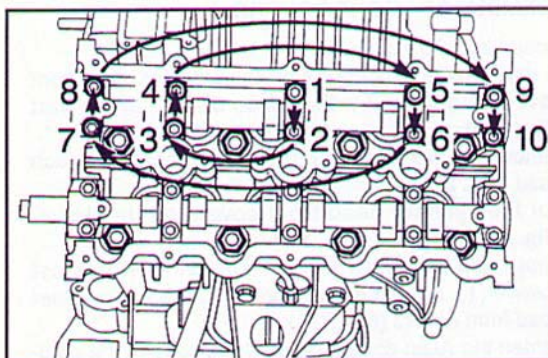

Fig. 229 ▲
- dopo aver sostituito le pastiglie gioco valvole, rimontare i bicchierini e gli alberi di distribuzione (ved. pag. 60), quindi avvitare le brugole fissaggio cappellotti e chiuderle alla coppia di serraggio di 2 kgm, seguendo l'ordine (da 1 a 10) indicato dalla freccia (Fig. 229);
- after replacing the valve clearance pads, put the tappets and camshafts back in (see page 60), tighten the Allen screws in the caps to a torque of 2 kgm, in the order (from 1 to 10) indicated by the arrow (Fig. 229);